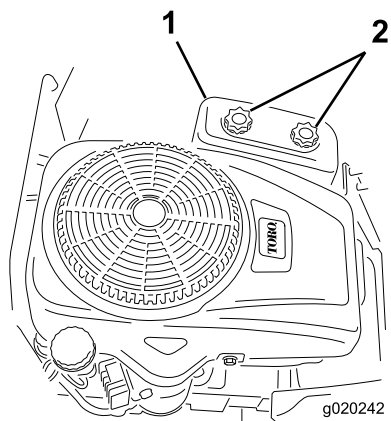

Рисунок 36
4. Снимите крышку воздухоочистителя, отвернув 2 ручки (Рисунок 36).
3. Установите крышку воздухоочистителя и затяните 2 ручки (Рисунок 36).